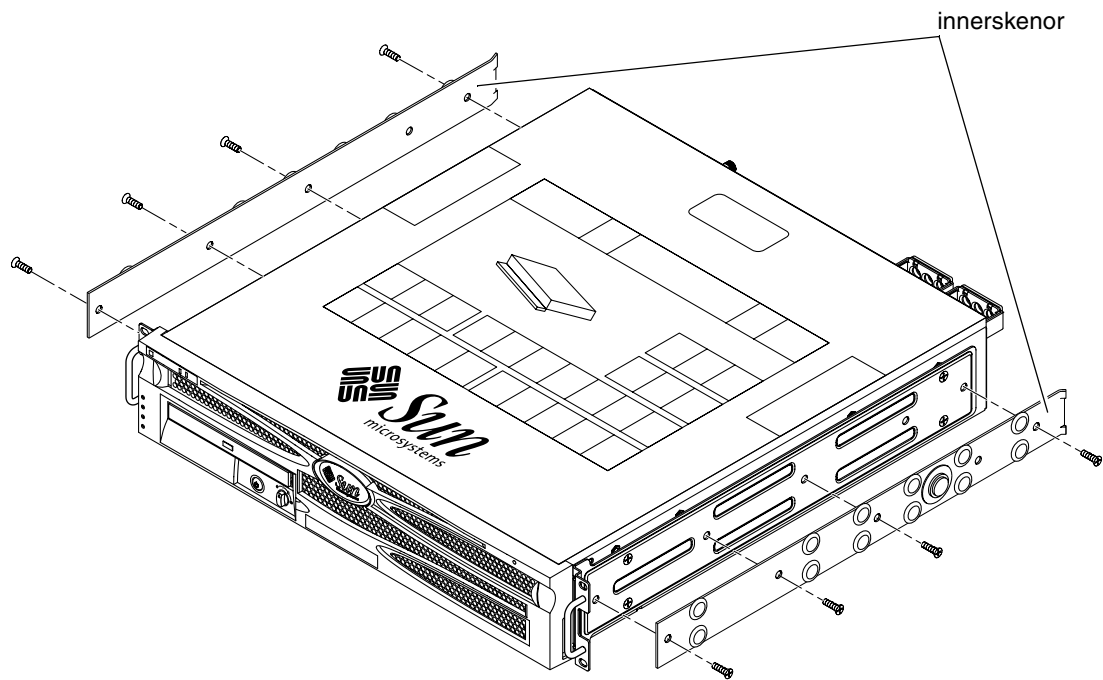

BILD 3-9 Skruva fast innerskenorna på serverchassit
5. Använd åtta M4 × 0,5 × 5 mm skålformade stjärnskruvar från rackmonteringspaketet (fyra per sida) och skruva fast varje innerskena på serverchassits sidor (BILD 3-9).